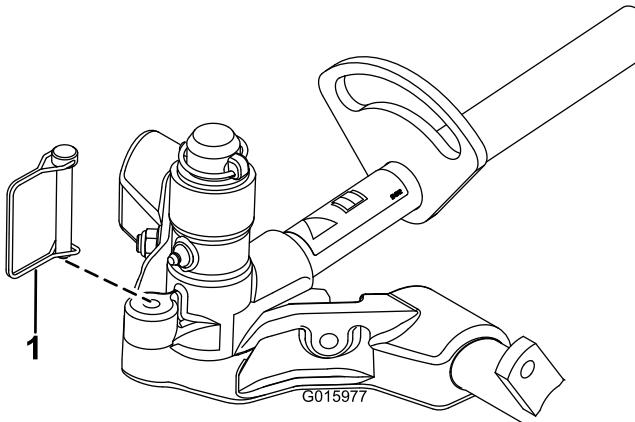

Рисунок 17
- 12. Для блокировки (фиксации) рулевого управления режущими блоками прикрепите поворотную втулку к несущей раме с помощью стопорного штифта (Рисунок 17).